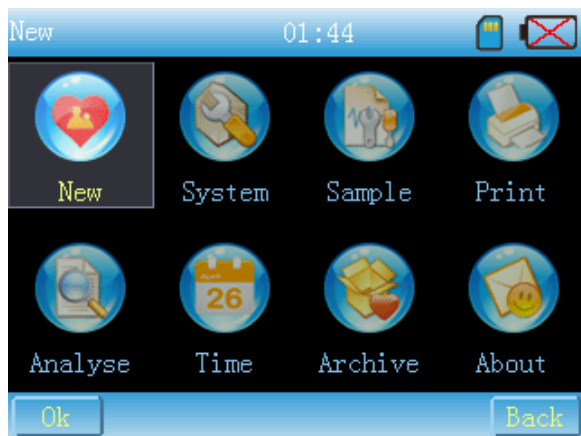

Fig. 13-2-4
- 4  Cliccare questa icona o il tasto del menù per entrare nel menù principale come da Fig.13-2-4.